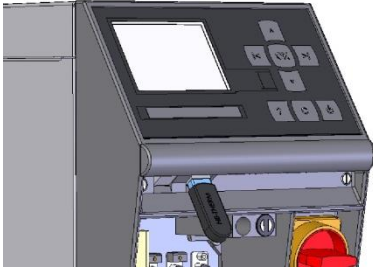

Abb. 56: Csatlakoztassa az USB adattárolót
2. Csatlakoztassa az USB adattárolót (Abb. 56).